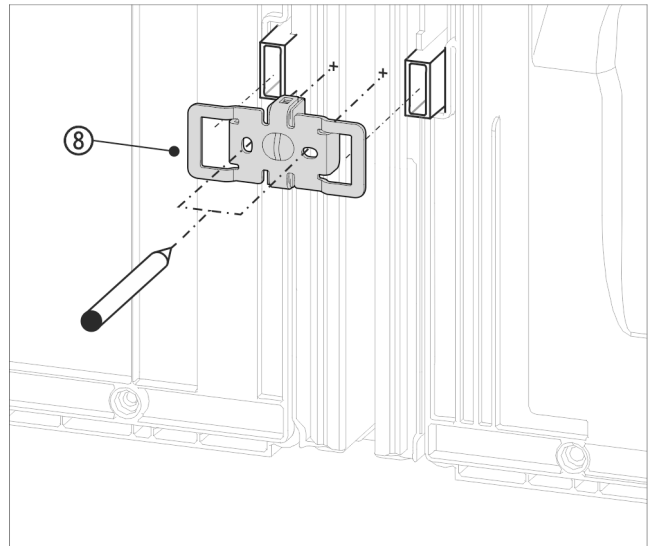

Fig. 17 Voorbeeld
- ▶ Hoekstuk Fig. 17 (8) met de uitsparingen boven de opname voor wandafstandshouder schuiven.